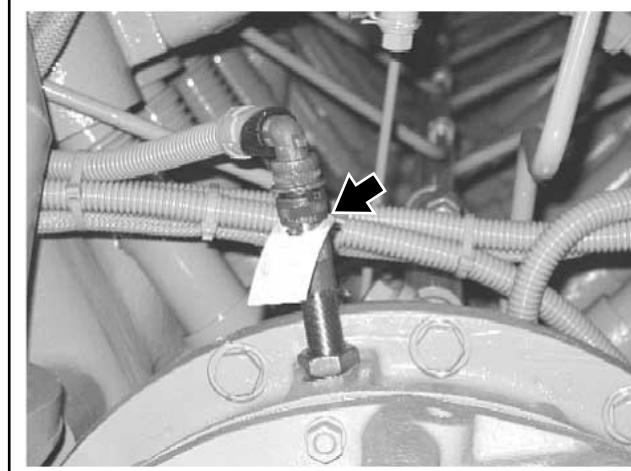

Рисунок 4.05-3: Датчик магнитных импульсов распределительного вала IPM
1. Датчик магнитных импульсов распределительного вала расположен вверху передней части двигателя (см. Рисунок 4.05-3).